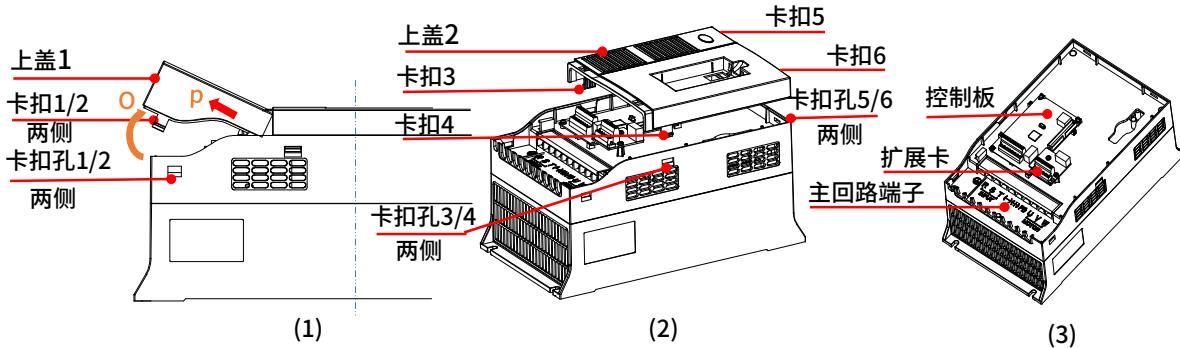

图 3-3b NE300 3 相 400V 15~22kW(GB)/18.5~30kW(PB)
- 塑料外壳机型的配线准备(图 3-3b): 图 3-3b (1) , 首先按压卡扣 1/2, 脱出后沿 O 方向旋转，沿 P 方向取下分体式上盖的其中一个，然后按压图 (2) 所示卡扣 3/4/5/6,脱出后取下分体上盖另一个。反向操作装回。